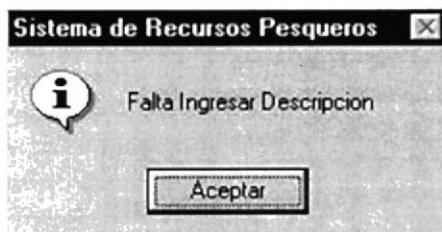

Figura 10.59 Mensaje de Descripción
3. Si ha realizado un ingreso o una modificación y no ha ingresado la descripción de la ruta se mostrará el siguiente mensaje (ver figura 10.59).